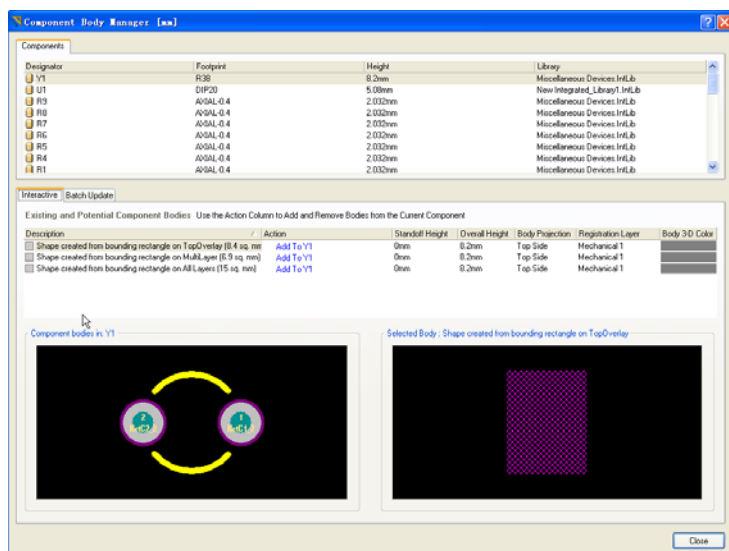

图10-47 元器件3D模型管理对话框
执行“Tools”→“Manage 3D Bodies for Components on Board”命令，弹出如图10-47所示的“Component Body Manager”3D模型管理对话框，可以在该对话框内对PCB板上所有的元器件建立3D模型。
- (1) 在图10-47所示的“Components”区域选择需要建3D模型的元件Y1。
- (2) 在“Description”列选择“Shape Created from bounding rectangle on All Layers”。
- (3) 在“Action”列，用鼠标左键单击“Add to Y1”，表示把3D模型加到Y1上，点击后显示变为：“Remove From Y1”，如果再单击“Remove From Y1”，表示把刚加的3D模型从Y1上移除掉，在此不进行此操作。
- (4) 在“Standoff Height”列，该列表示三维模型底面到电路板的距离，在此设为0.5mm。
- (5) 在“Overall Height”列，该列表示三维模型顶面到电路板的距离，在此设为12.5mm。
- (6) “Body Projection”列，用于设置三维模型投影的层面，在此选“Top Side”
- (7) “Registration Layer”，用于设置三维模型放置的层面，在此选缺省值“Mechanical1”。
- (1) 在图10-47所示的“Components”区域选择需要建3D模型的器件Q1。
- (2) 在“Description”列选择“Polygonal Shape Created from primitives on TopOverlay”。
- (3) 在“Action”列，用鼠标左键单击“Add to Q1”。
- (4) 在“Standoff Height”列，设为3.5mm。
- (5) 在“Overall Height”列，设为8.5mm。
- (8) “Body 3-D Color”，用于选择三维模型的颜色，在此选择与实物相似的颜色。